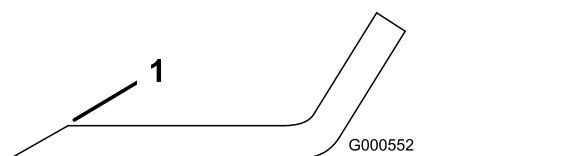

Figure 59
1. Au moyen d'une lime, aiguisez les tranchants aux deux extrémités de la lame (Figure 59).
**Remarque:** Si la lame est déséquilibrée, limez un peu l'extrémité de l'ailette seulement (Figure 59).